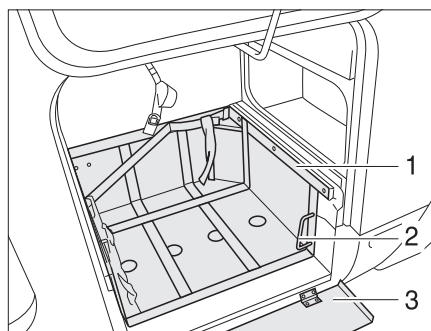

Fig. 181 Compartiment à gaz, avec chariot escamotable
- Si une tôle de protection (Fig. 181,1) est présente, la rabattre vers le bas.
- Déverrouiller le coulisseau (Fig. 181,3) au moyen de la poignée (Fig. 181,2).
- Retirer à fond le coulisseau (Fig. 181,3).
- Faire revenir la poignée (Fig. 181,2) dans sa position initiale.
- Enfoncer à fond le coulisseau (Fig. 181,3) et faire revenir la poignée (Fig. 181,2) dans sa position initiale.
- Si une tôle de protection (Fig. 181,1) est présente, la rabattre vers le haut.